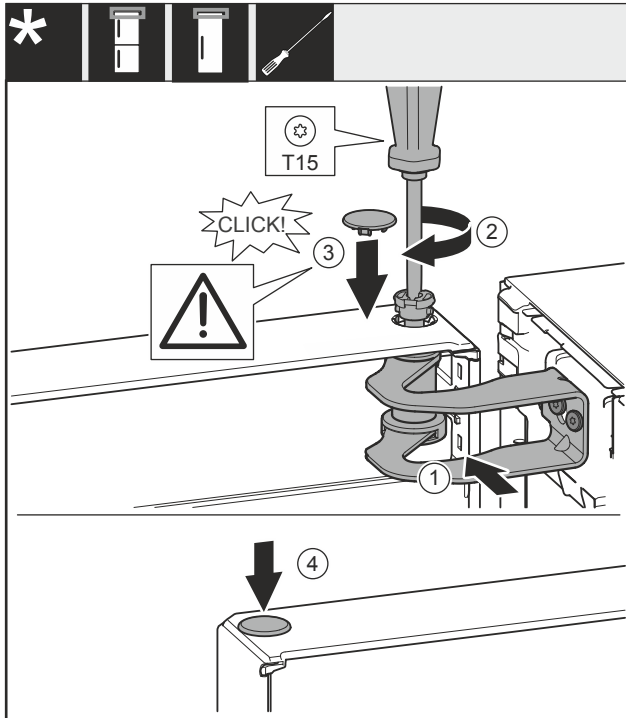

Fig. 24
- Выровняйте дверь по отверстию в опорном кронштейне Fig. 24 (1).
- Вставьте палец Fig. 24 (2) и затяните отверткой.
- Установите крышку Fig. 24 (3).
- Проследите за тем, чтобы крышка Fig. 24 (3) прилежала к дверям.
- Установите крышку Fig. 24 (4).